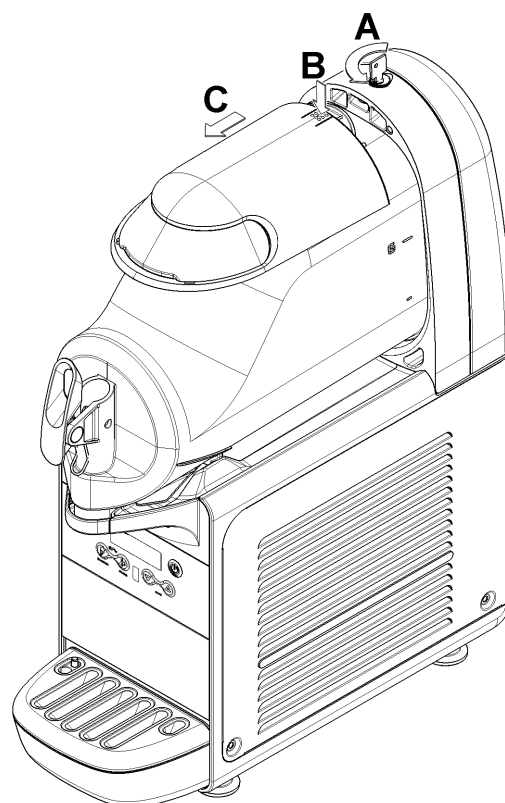

figure 2
- 1 Pour enlever le couvercle du bac, appuyer sur la touche supérieure et faire glisser le couvercle vers l'avant du bac. Si le couvercle est équipé d'une serrure de sûreté pour sa fermeture, tourner la clé en sens antihoraire pour déverrouiller la touche d'ouverture (voir figure 2).